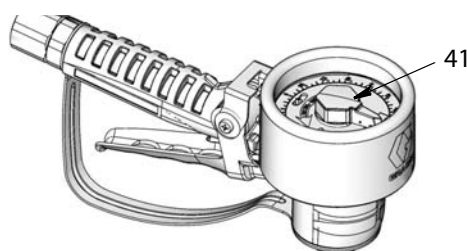

Рис. 8
Чтобы избежать затратного повреждения расходомера, никогда не поворачивайте указатель шкалы расходомера с предустановками (41) (Рис. 8) в обратном направлении (по часовой стрелке).